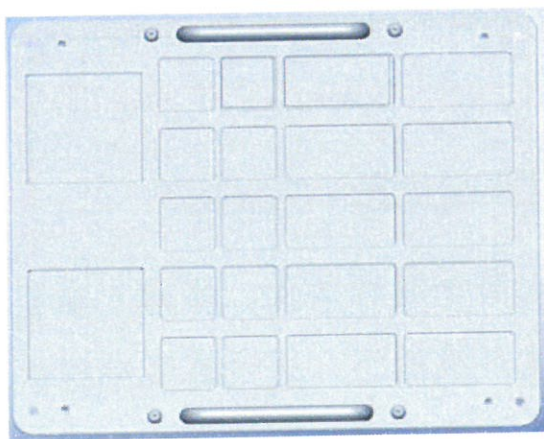

图 3.1 码垛盘
- (1) 工作流程的起点和终端为机器人零点位置；
- (2) 工具坐标系自定义，工件坐标系自定义；
- (3) 程序命名规则自定义；
- (4) 码垛盘如图 3.1 所示；